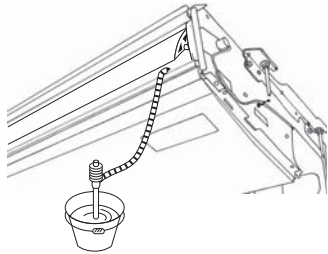

Fig. 5-3
1. Die mit der Anlage gelieferten Verbindungsrohrmuffen ⑤ am Auslauf der Anlage mit einem Klebemittel aus Vinyl Chlorid anbringen.
2. Die mit der Anlage gelieferten Rohrmuffenabdeckungen ⑥ an den Verbindungsrohrmuffen ⑤ befestigen.
3. Die Feldauslaufrohrleitung (VP-20) an den Verbindungsrohrmuffen ⑤ mit einem Klebemittel aus Vinyl Chlorid befestigen.
4. Die mit der Anlage gelieferten Rohrleitungsabdeckungen ⑦ (mit Klebeband) umwickeln.
- Ⓒ Rohrmuffenabdeckung ⑥
- Ⓓ Verbindungsmuffe ⑤
- Ⓔ Abdeckung der Auslaufrohrleitung ⑦
5. Auf einwandfreien Auslauf überprüfen. (Fig. 5-3)